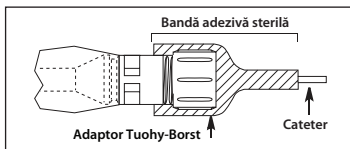

Figura 8
- Capătul cu adaptor Tuohy-Borst al ecranului anticontaminare al cateterului trebuie fixat cu bandă adezivă sterilă pentru a preveni mișcarea cateterului de introducere (consultați Figura 8).